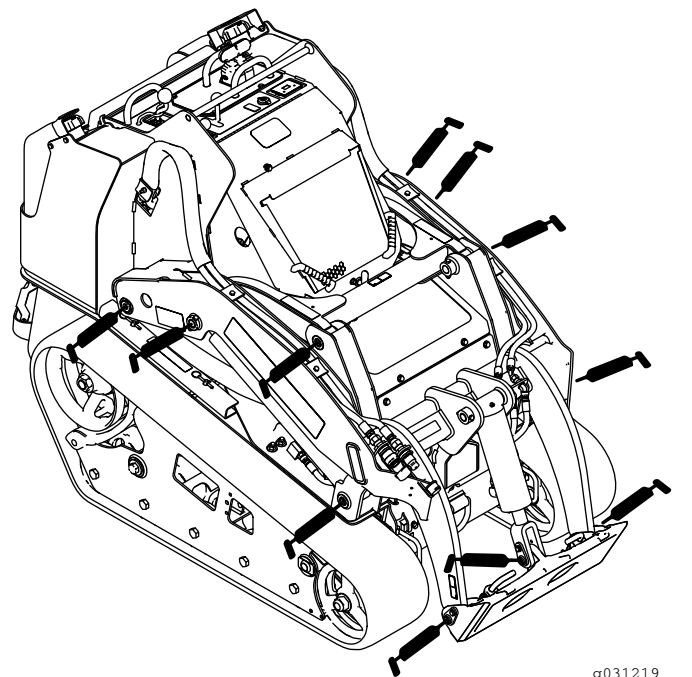
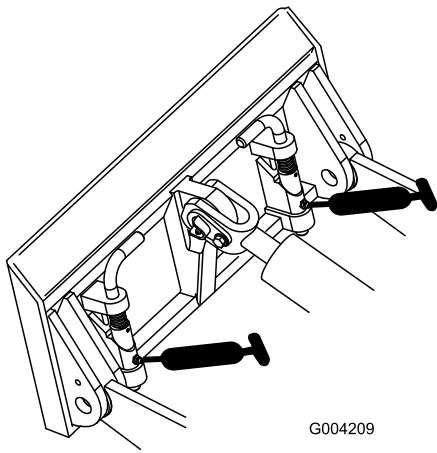
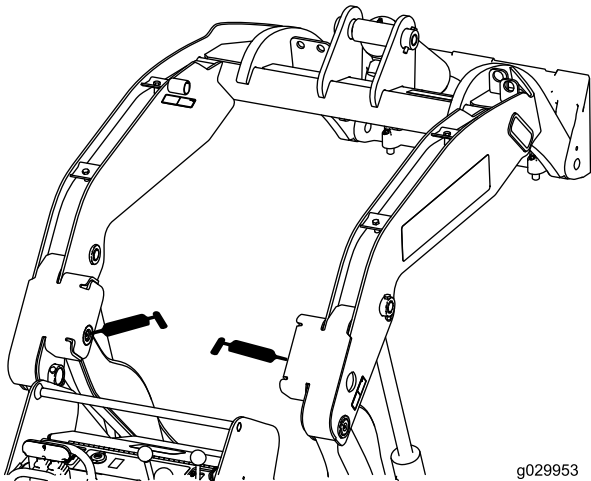

Figura 40
Figura 41
Figura 42
4. Conecte una pistola de engrasar a cada punto de engrase (Figura 40, Figura 41, y Figura 42).
**Nota:** Eleve los brazos de carga antes de aplicar grasa a los engrasadores indicados en Figura 42.